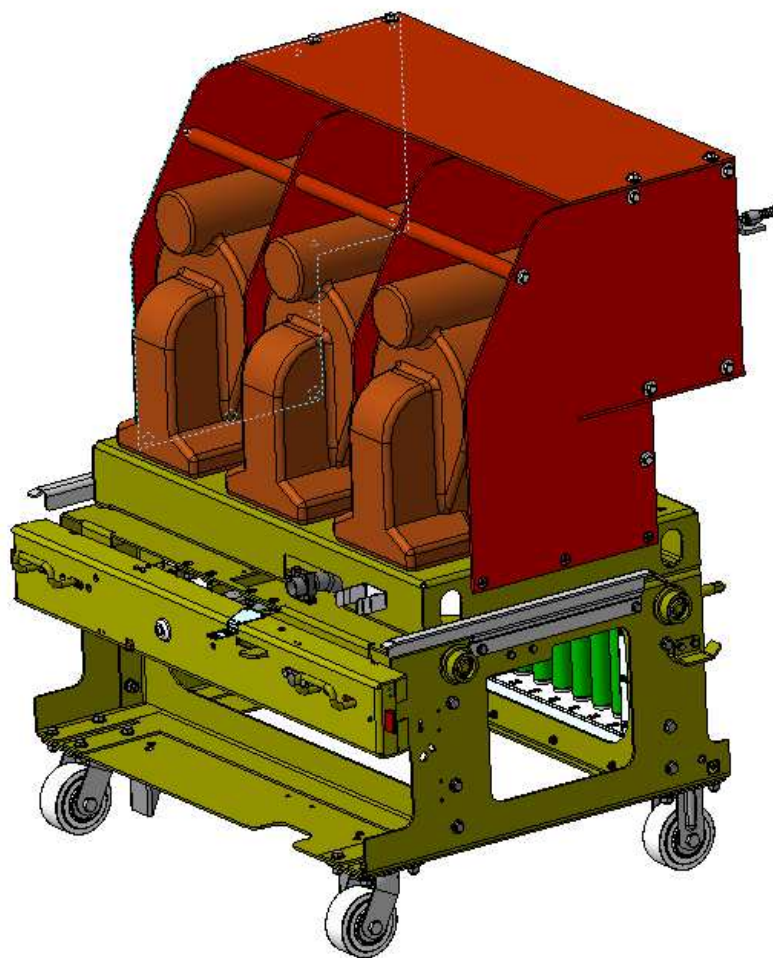
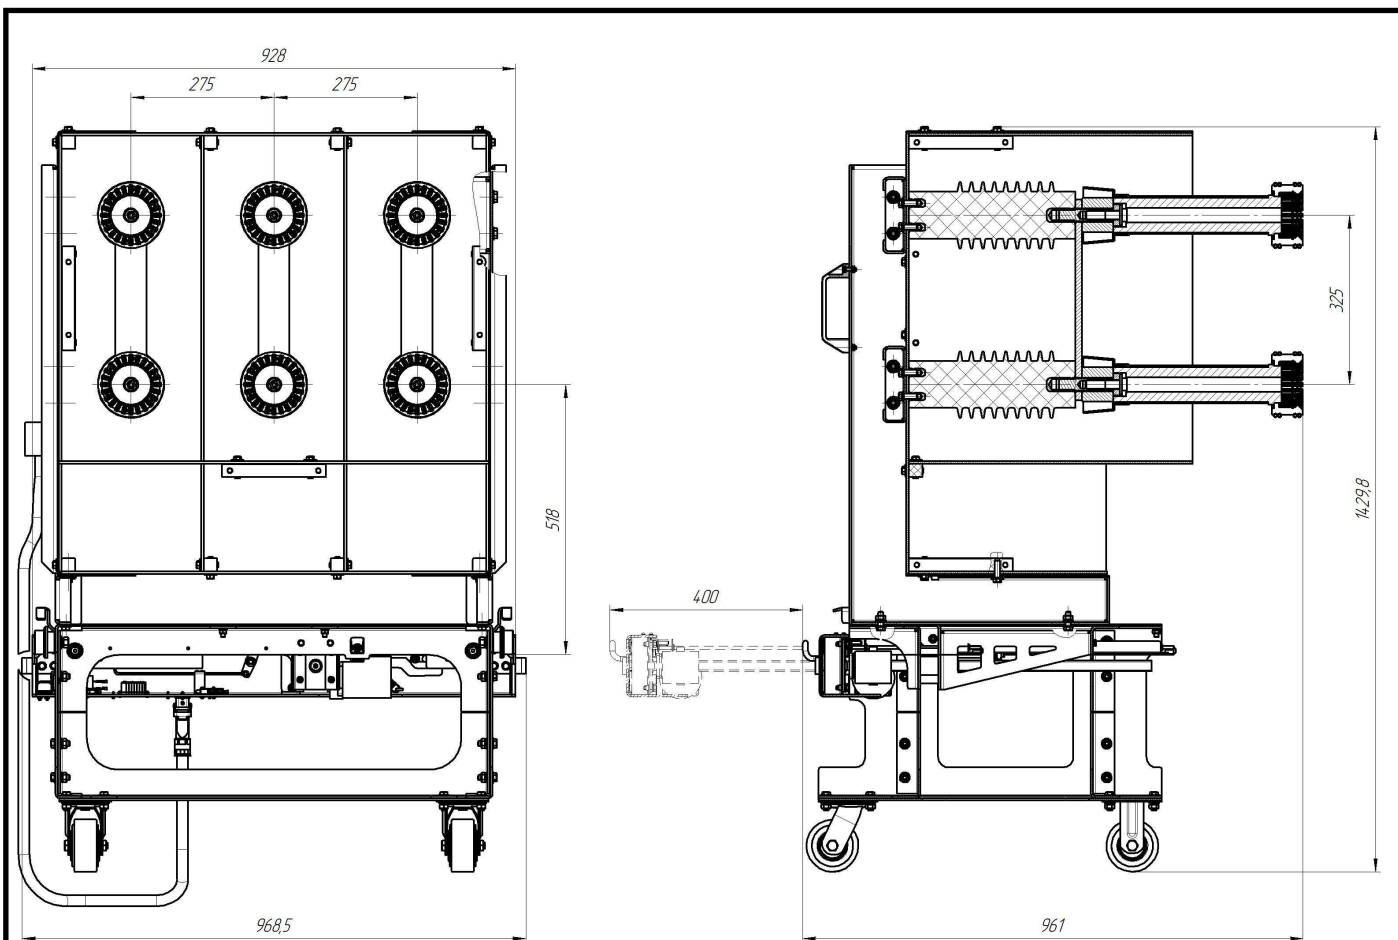

Рисунок 22 – Выдвижной элемент с разъединяющими контактами
Рисунок 23 – Выдвижной элемент с разъединяющими контактами
- с разъединяющими контактами (Рисунок 22, Рисунок 23).